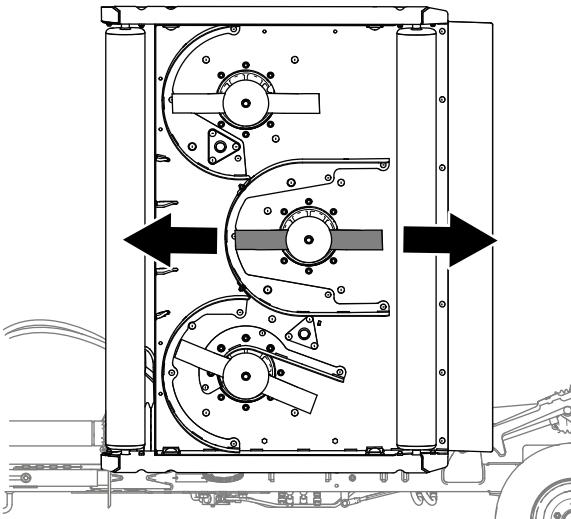

Figure 78
1. Pour chaque tablier de coupe dont vous réglez l'inclinaison, placez la lame centrale comme montré à la Figure 78.